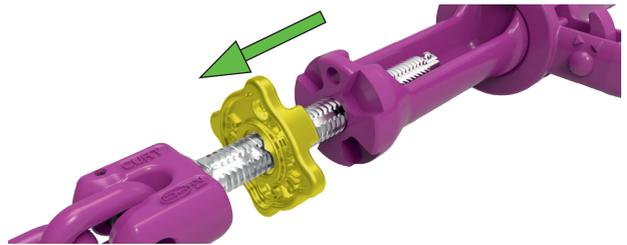

Fig. 3: Rilascio del disco di sicurezza
- Sganciare il disco di fissaggio dal tubo filettato (Fig. 3).